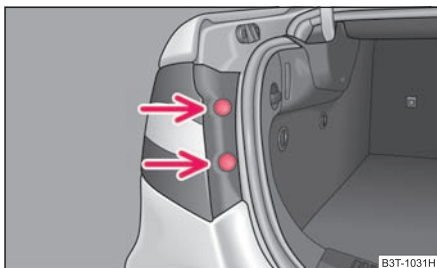

Fig. 238 Demontarea părții exterioare a unității de iluminare din spate
- Scoateți dopurile ⇒ fig. 238 și deșurubați, cu o cheie Torx, unitatea de iluminare din spate 19).
- Înșurubați unitatea de iluminat și montați dopurile ⇒ fig. 238.